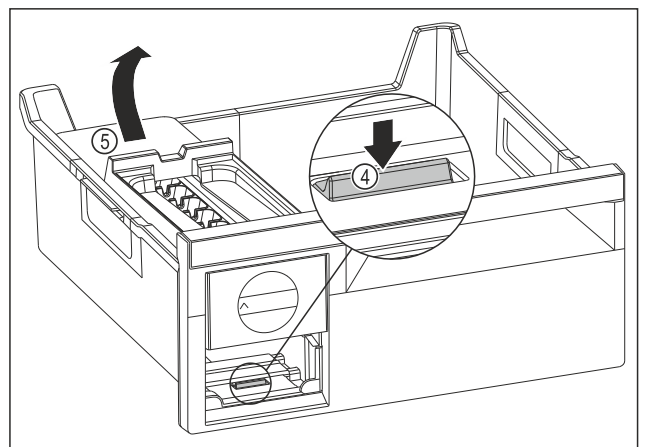

Fig. 78
- ▶ Odoberte korpus EasyTwist-Ice: Strmeň Fig. 78 (4) zatlačte prstom nadol a súčasne druhou rukou zdvihnite zozadu korpus EasyTwist-Ice Fig. 78 (5).